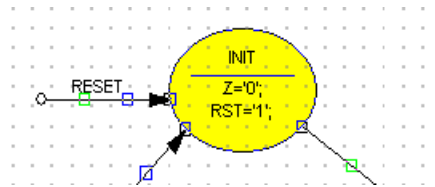

Figura 9.7. Simbolul stării STATE0 din Figura 9.5 după editarea acesteia.
4. Se selectează butonul *OK*. Ecuațiile semnalelor de ieșire vor fi afișate sub numele stării, separate de acest nume printr-o linie orizontală (Figura 9.7).